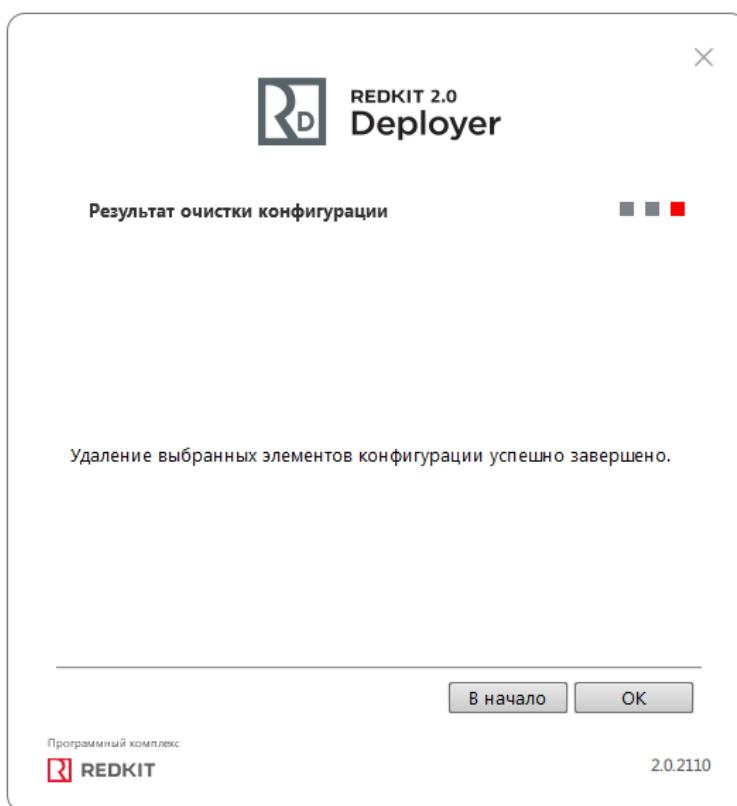

Рисунок 226 - Результат очистки конфигурационных файлов
5. Ознакомьтесь с результатом очистки конфигурации (Рисунок 226). Нажмите **OK**.